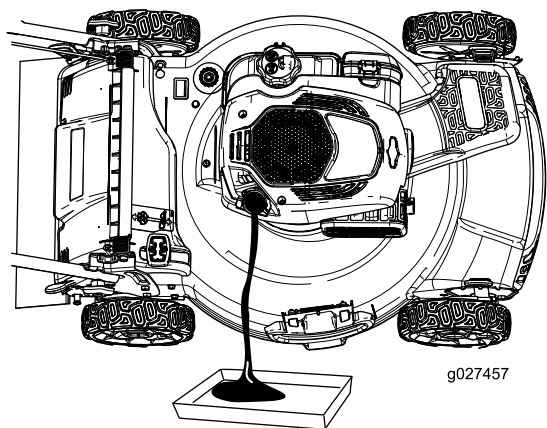

Figura 27
- Incline a máquina de lado (de modo que o filtro de ar fique para cima) para drenar o óleo usado do tubo de enchimento de óleo (Figura 27).